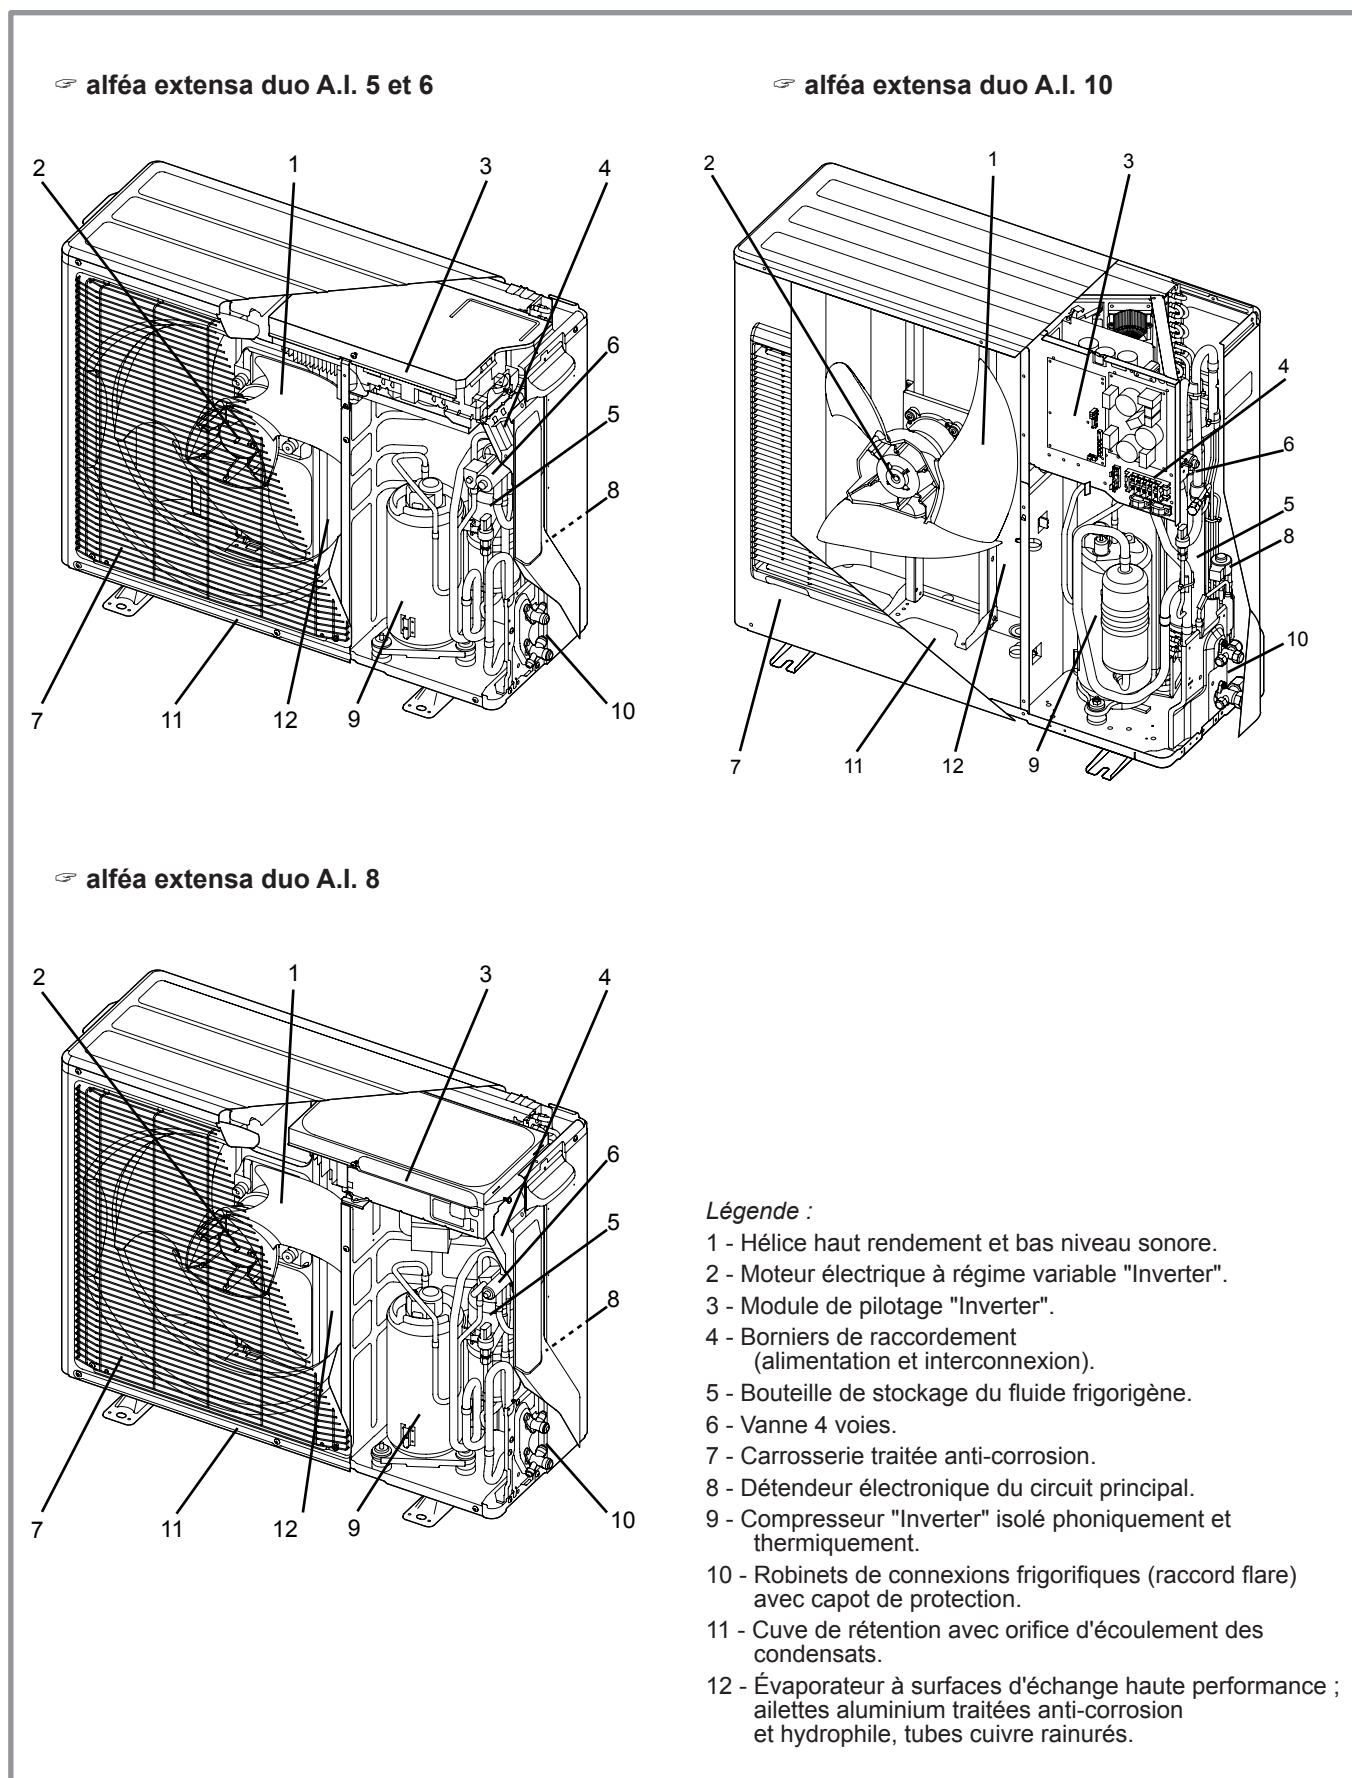

figure 8 - Organes de l'unité extérieure
- Dans l'évaporateur (repère **12**, figure 8, page 12) : Les calories sont prélevées sur l'air extérieur et transmises au fluide frigorigène. Son point d'ébullition étant faible, il passe de l'état liquide à l'état de vapeur, même par temps froid (jusqu'à  $-20^{\circ}\text{C}$  extérieur).
- Dans le compresseur (repère **9**, figure 8, page 12) : Le fluide frigorigène vaporisé est porté à haute pression et se charge davantage en calories.
- Dans le détendeur (repère **8**, figure 8, page 12) : Le fluide frigorigène liquéfié est ramené à basse pression et retrouve sa température et sa pression initiale.